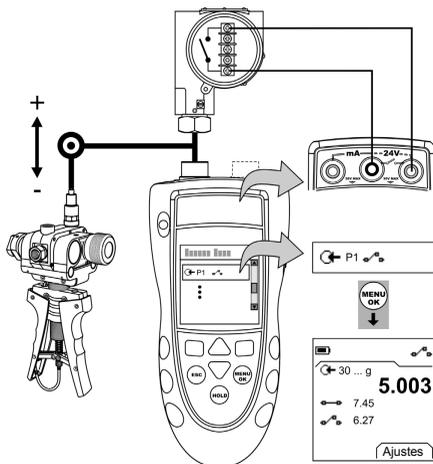

Figura 4: Configuração de exemplo – Teste de chaves
1. Conecte o instrumento (Figura 4) e, se necessário, ajuste o *Set Up/Conf.* (Tabela 1).